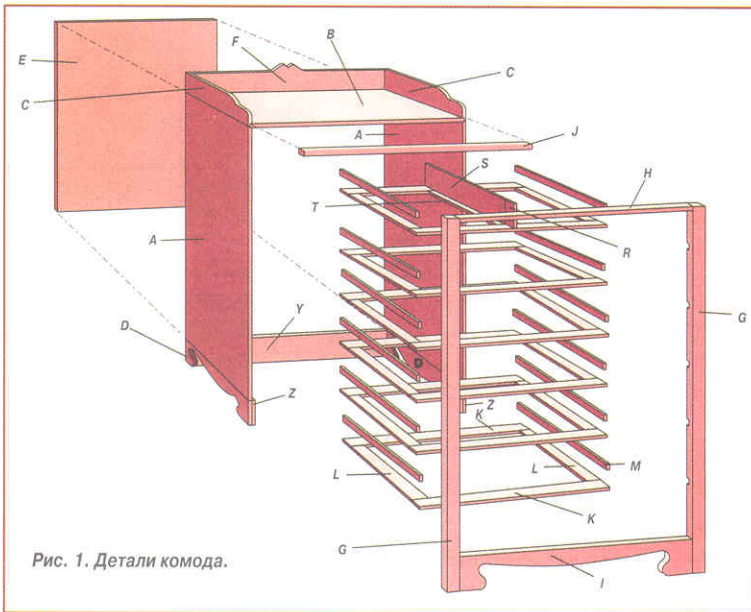

Рис. 1. Детали комода.
1. Стенки **A** и крышку **B** (рис. 1) выпиливают из фанеры. Вдоль задних внутренних краев этих деталей выбирают фальц глубиной 6 мм и шириной 10 мм, а вдоль верхних внутренних краев стенок — фальц 6х6 мм.